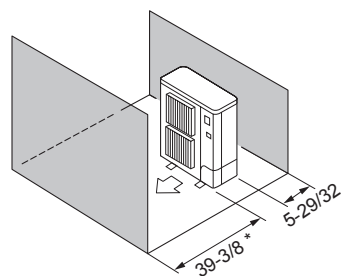

Fig. 2-10
- ⑤ Obstacles à l'avant et à l'arrière (Fig. 2-10)